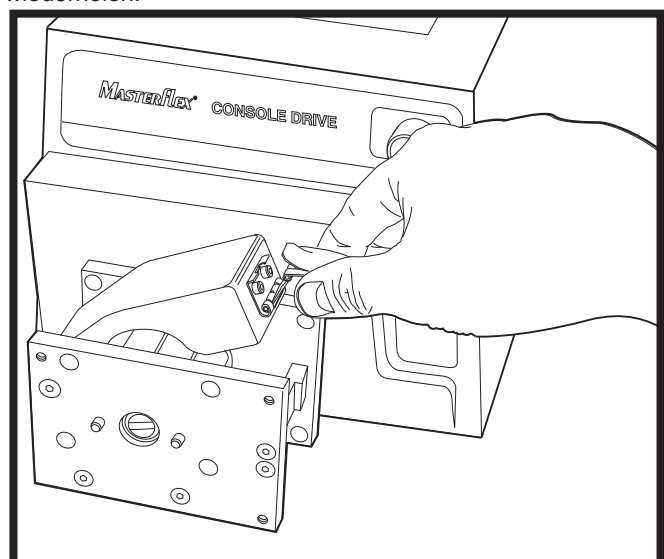

Abbildung 5, Verriegelung lösen und Schlauchbett öffnen.
1. Verriegelung lösen und Schlauchbett öffnen (Abbildung 5).